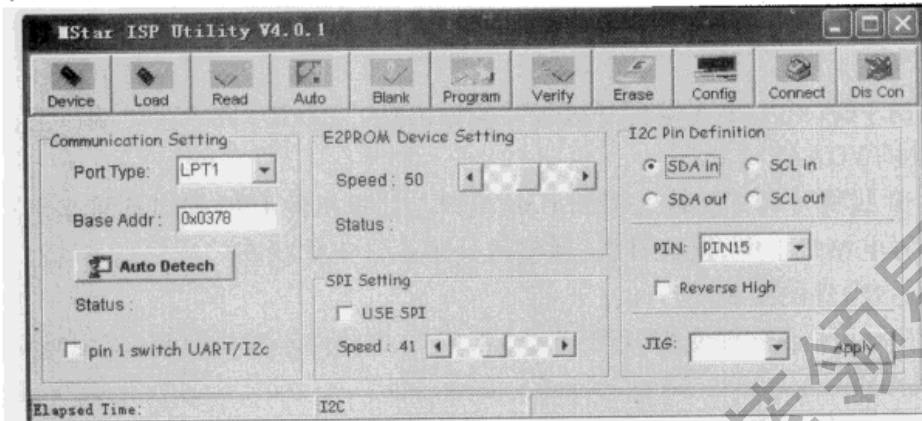

图 7-52 “SDA IN”项的设置
A. 点击“SDA IN”,将“PIN:”选择为“PIN15”,“Reverse High”项不勾,如图 7-52 所示。